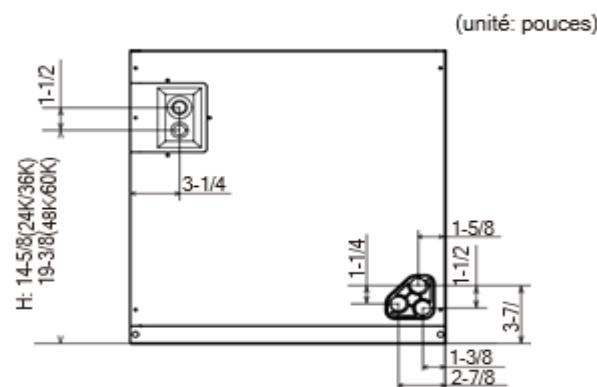

Fig. 3.1 Les positions de raccordement de la tuyauterie
(1) Les positions de raccordement de la tuyauterie sont illustrées dans la Fig. 3.1.